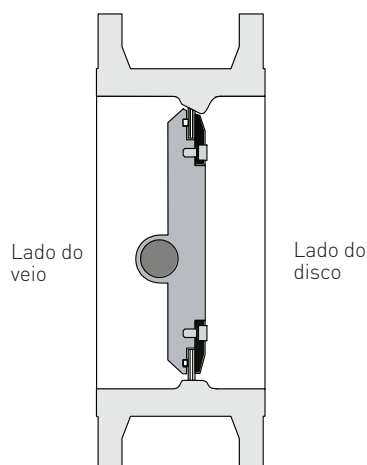

FIG. 2
- O design das válvulas Vanessa Série 30.000 não é simétrico. Os dois lados da válvula estão identificados como "lado do veio" e "lado do disco" (consultar a Fig. 2). Para o sentido de instalação correto, consultar a documentação técnica específica fornecida com a válvula.